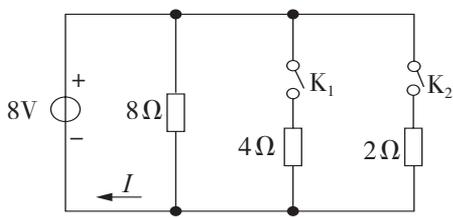

图 1-42 简答题 3 电路图
3. 已知某电路如图 1-42 所示, 求: ①开关  $K_1$  关闭后, 电流  $I$  的大小; ②开关  $K_1$  和  $K_2$  都关闭时, 电流  $I$  的大小。